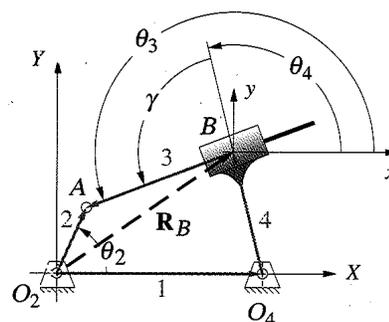

FIGURA P4-3 Problemas 4-11 a 4-12 Terminología de la inversión número 3 del mecanismo de cuatro barras manivela-corredera
- *4-11 Las longitudes de eslabón y el valor de θ_2 y γ de algunos mecanismos de cuatro barras manivela-corredera se dan en la tabla P4-3 (p. 151). La configuración y terminología de los mecanismos se muestran en la figura P4-3 (p. 151). Para las filas asignadas, dibuje el mecanismo a escala y encuentre gráficamente tanto las soluciones abiertas como cerradas para los ángulos θ_3 y θ_4 y el vector \mathbf{R}_B .